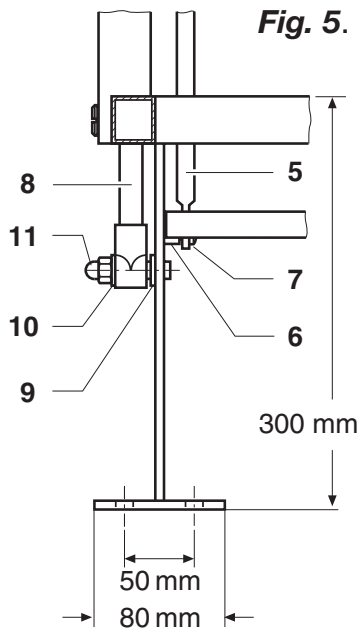

Fig. 5.
- Accrocher les pieds **5** au boulon de support **6** et les bloquer à l'aide des rondelle d'arrêt **7**, **fig. 5**.
- Accrocher le ressort à gaz **8** au boulon de support **9**, et les fixer à l'aide des rondelles **10** et des écrous borgne **11**, **fig. 5**.